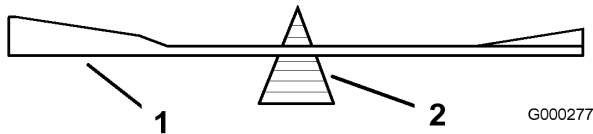
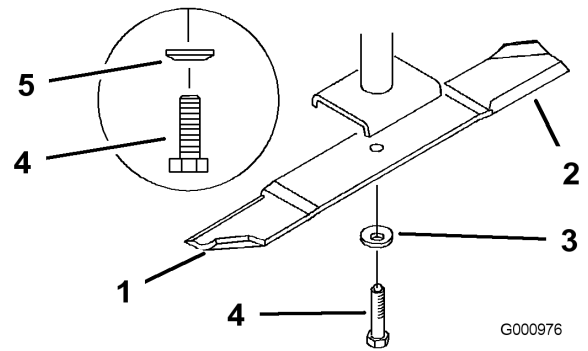

Bild 74
Bild 75
2. Entfernen Sie die Messerschraube, Federscheibe und das Messer von der Spindelwelle (Bild 75).
2. Überprüfen Sie die Auswuchtung des Schnittmessers auf einer Ausgleichsmaschine (Bild 74). Wenn das Schnittmesser in seiner horizontalen Position bleibt, ist es ausgewuchtet und kann wieder verwendet werden. Feilen Sie, wenn das Schnittmesser nicht ausgewuchtet ist, vom Flügelbereich des Messers etwas Metall ab (Bild 75). Wiederholen Sie diesen Vorgang, bis das Messer ausgewuchtet ist.
1. Setzen Sie das Messer auf die Spindelwelle (Bild 75).
2. Setzen Sie die Federscheibe und die Messerschraube ein. Der Konus der Federscheibe muss bei der Installation in Richtung Schraubenkopf zeigen (Bild 75). Ziehen Sie die Messerschraube mit 115 bis 150 Nm an.